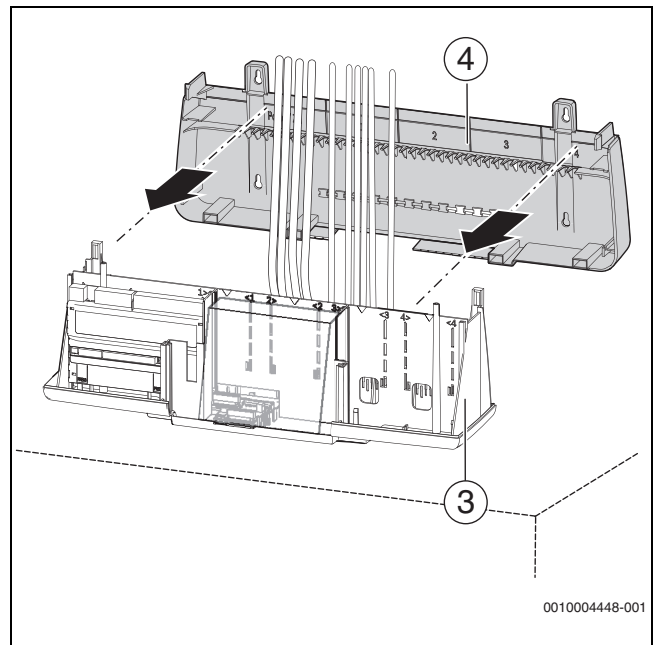

Рис. 40 Крепление задней стенки на нижней части корпуса
- ▶ Закрепите заднюю стенку (→ рис. 40, [4], стр. 34) на нижней части корпуса.